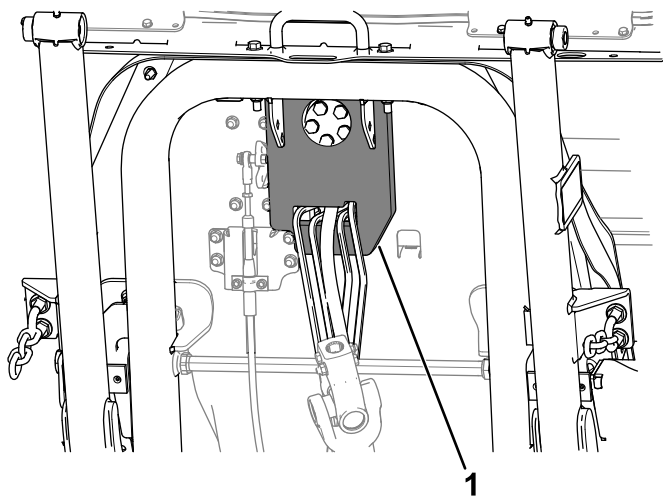

Рисунок 5
5. Установите нижнюю заглушку рулевого управления, как показано на Рисунок 5. Убедитесь в том, что она приклеилась к верхней заглушке рулевого управления.